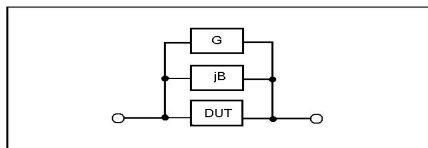

图 3-11 杂散导纳
3.9.1 开路：用于消除和减小与被测元件相并联的杂散导纳 (G, B) 造成的误差。如图 3-11 所示。